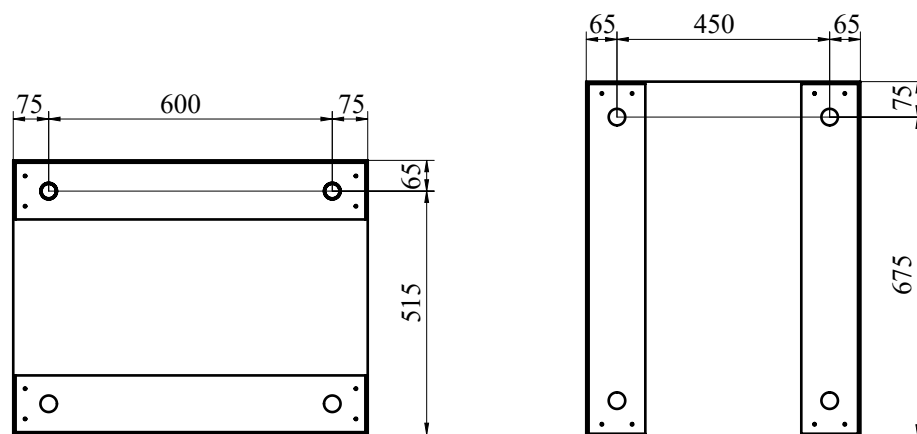

Рис.3
3. С помощью карандаша и рулетки разметьте стену (Рис. 3). Просверлите два отверстия под дюбель. Вбейте два дюбеля и вкрутите крючки для навесов. Повесьте зеркало на стену.